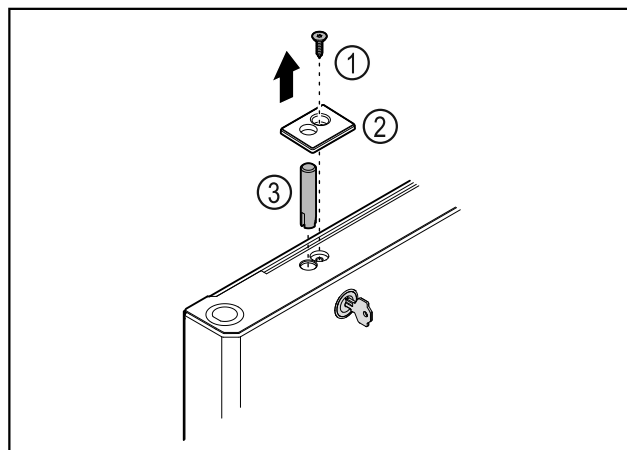

Fig. 43
- ▶ Αφαιρέστε τη βίδα Fig. 43 (1).
- ▶ Ξεκουμπώστε το κάλυμμα Fig. 43 (2) με ένα μικρό κατσαβίδι και αφαιρέστε το.
- ▶ Τραβήξτε έξω τον πείρο της κλειδαριάς Fig. 43 (3).